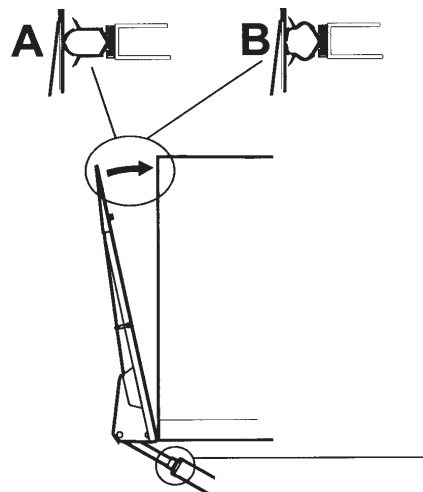

Bild 29. Justering av anliggning mot påbyggnad
4. Vrid justerhylsan så att plattformen går precis mot tätningen (A) på påbyggnationen. Bild 29.
8. Justera båda cylindrarna växelvis så att plattformen går mot påbyggnationen, se Bild 29 (B).